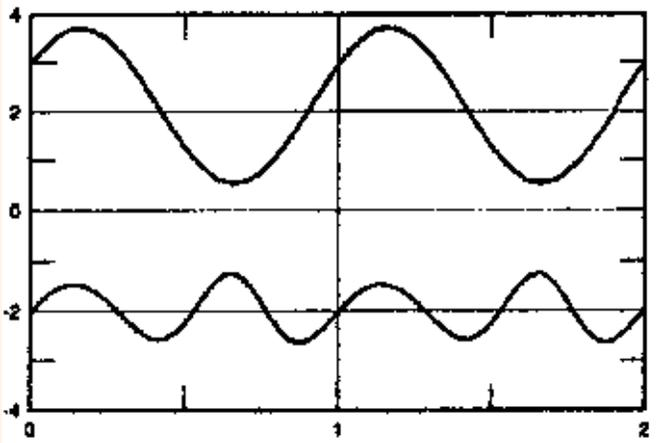

Рис. 7. Усилитель ф. Jadis SE 300B. Выходной сигнал и продукты искажений.
Давайте глянем сначала на большую засечку. Так как она появляется только на одной половине сигнала (отрицательной), то следовательно, искажения выходного сигнала не симметричны относительно оси. Это указывает на присутствие продуктов четного порядка (50). Очертания и амплитуда засечки говорят, что это четвертая гармоника. Она выглядит будто чистая синусоида помножена со второй гармоникой! На Рис. 7 показан подобный эффект при менее